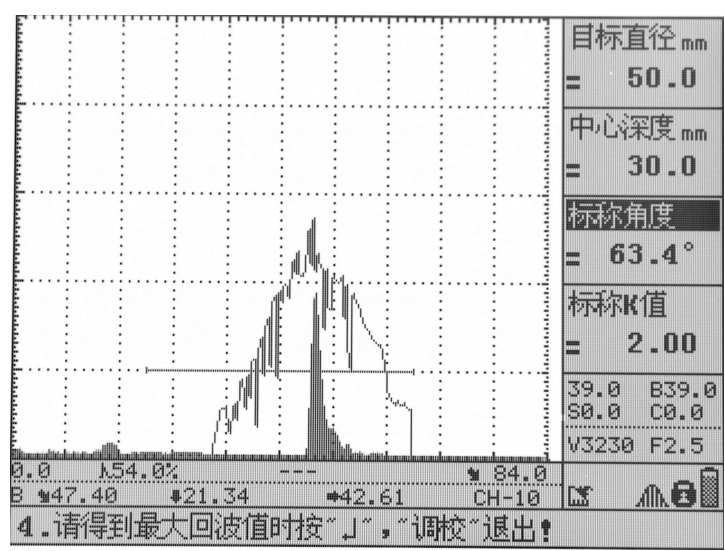

图 5.4
1. 在扫查状态下，按“波峰记忆”键，如果屏幕右下角出现此 “”标志，表示已打开波峰记忆功能，再按此键，右下角变为“”标志，此时回波包络功能开启，如图 5.4 所示。